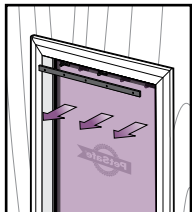

FIG. 14
2. Fjern stangen og vinyllemmen (fig. 14).